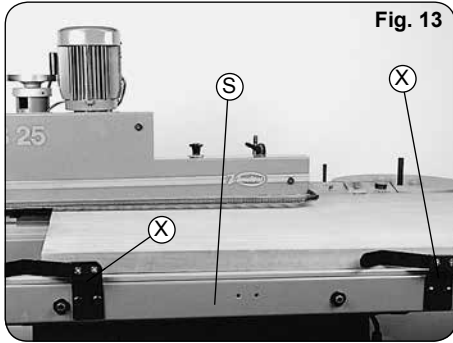

Fig. 13
La máquina lleva incorporados dos prensos X (Fig. 13), fijados a la guía extensible S, que provocan una presión lateral del tablero sobre los rodillos.
1. Aflojar los pomos T, (Fig. 1) y situar la guía extensible S, (Fig. 13) de la máquina, para que el tablero quede bien apoyado sobre las guías R, (Fig. 9) y tocando la cara frontal U (Fig. 9) de la caja de mandos.